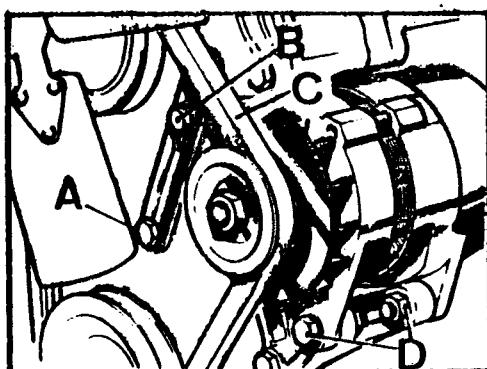

Fig. A3-17 Desmontaje del alternador
- 1.4. Aflojar el tornillo, A (Fig. A3-17) del tensor y desmontar el, B, que fija dicho tensor con el alternador.
- 1.5. Pivatar el alternador hacia el motor y desconectar la correa, C (Fig. A3-17) de su polea.
- 1.6. Desmontar los tornillos y tuercas, D (Fig. A3-17), que fijan el alternador al soporte y extraer dicho alternador.
- 1.3. Aflojar el tornillo del tensor, B (Fig. A3-17); pivotar el alternador hacia el motor y desconectar la correa de accionamiento.